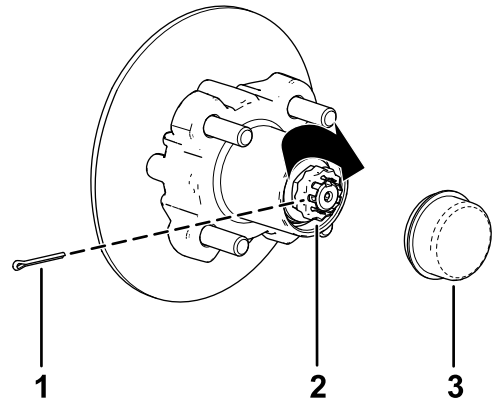

Bild 41
8. Befestigen Sie den Halter über der Mutter und prüfen Sie die Ausfluchtung des Schlitzes im Halter und dem Loch in der Spindel für den Splint (**Bild 41**).
9. Setzen Sie den Splint ein und biegen Sie jeden Abschnitt um den Halter (**Bild 41**).
10. Setzen Sie den Staubdeckel auf die Radnabe (**Bild 41**).